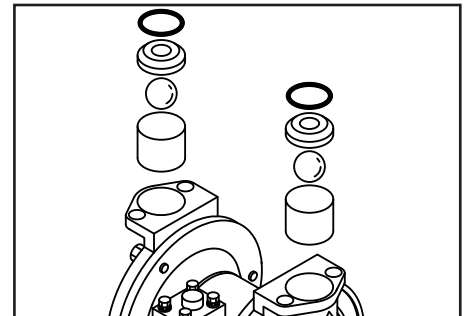

Figure 14
- Suppression de la boule / pastille, siège de soupape et le joint torique (voir figure 14).